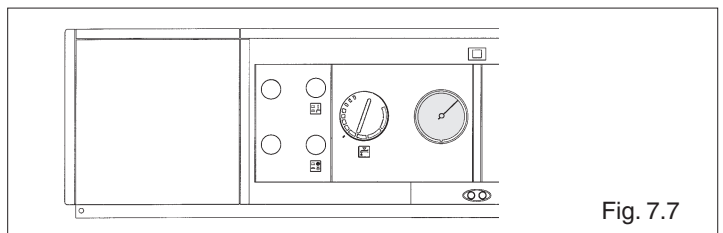

Fig. 7.7
- posizionare il termostato al minimo della temperatura (fig. 7.7).